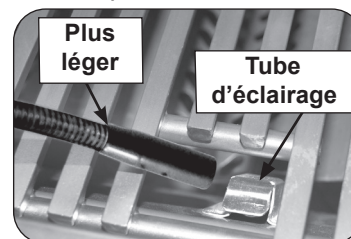

Fig. 32-2 Éclairage manuel via un tube d'éclairage
**ATTENTION:** Attendez toujours cinq (5) minutes le gaz pour se dégager après que n'importe quelle tentative non réussie d'éclairage.
2. Passez un allumeur brûlant de butane de long-baril ou une allumette brûlante de long-tige dans la grille à cuire s'ouvrant au dessus du tube d'éclairage. (Fig. 32-2). Pour les brûleurs de dos ou les brûleurs infrarouges, maintenez la flamme contre la surface du brûleur de brûleurs arrière / infrarouge. Pour les favoris, maintenez la flamme contre le brûleur.